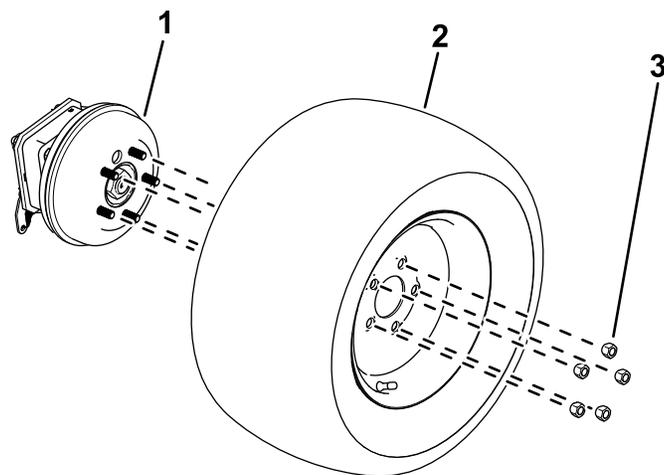

Рисунок 11
- Ослабьте и отверните зажимные гайки колес (Рисунок 11).
3. Снимите колеса со ступиц колес (Рисунок 11).
1. Прикрепите колеса к ступицам с помощью ранее снятых зажимных гаек (Рисунок 11).